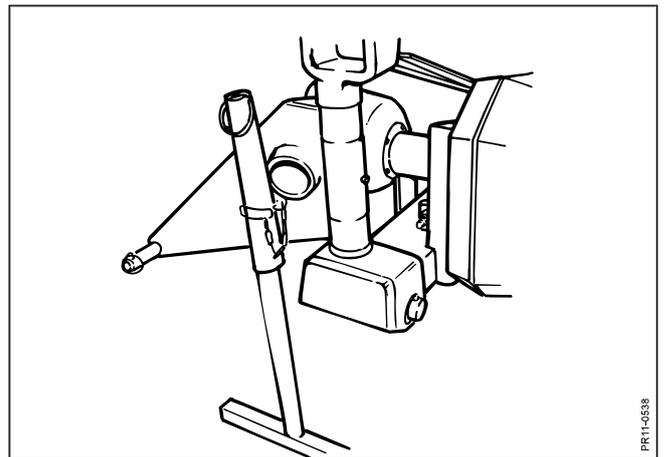

Fig. 1-4
- Fig. 1-4:** Il martinetto viene montato sulla testa del telaio.